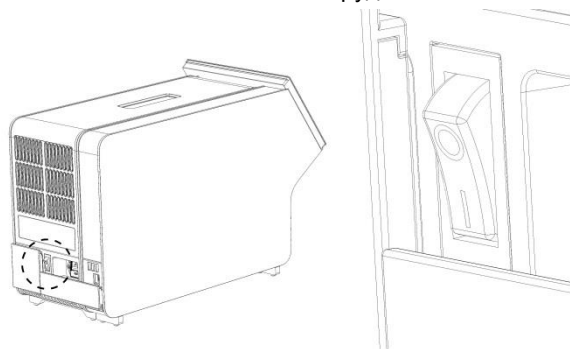

Рис. 18. Найдите выключатель питания и приведите его в положение «I».
10. Включите прибор нажатием выключателя питания на задней стороне аналитического модуля — выключатель необходимо привести в положение «I» (рис. 18). Убедитесь, что индикаторы состояния на аналитическом и рабочем модулях горят синим светом.